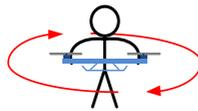

Fig.1
- 3.(Fig.1) Maintenez votre multi-rotor horizontal et faite tourner sur lui-même d'environ 360 ° autour de l'axe de gravité jusqu'à ce que la LED passe au vert fixe, puis passez à l'étape suivante.